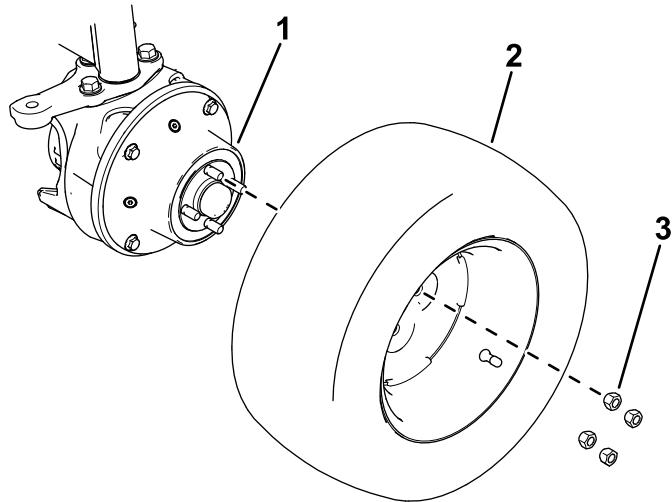

Figure 3
1. Avec 8 écrous ($\frac{3}{4}$ "), fixez les roues aux boîtiers d'engrenages (Figure 3).